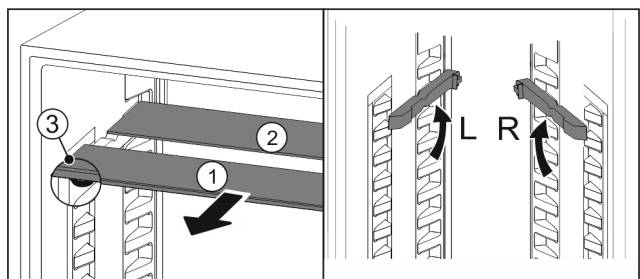

Fig. 56
- Glasplatten einzeln nach vorne herausziehen Fig. 56 (1).
- ▷ Glasplatte Fig. 56 (1) mit Zierleiste liegt vorne.
- ▷ Stopps Fig. 56 (3) zeigen nach unten.